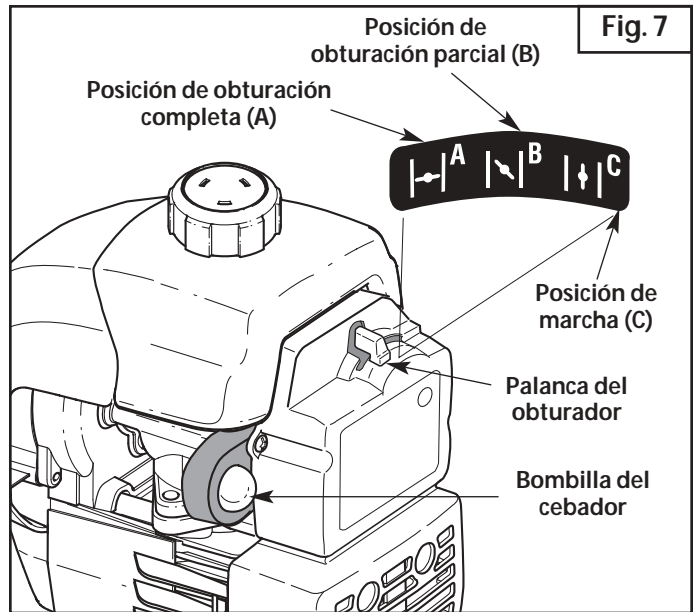

Fig. 7
3. Oprima y suelte por completo la bombilla del cebador lentamente de 10 veces. El combustible debe estar visible en la bombilla (Fig. 7). Si el combustible no está visible, oprima tres (3) veces más o hasta que lo vea.
4. Coloque la palanca del obturador en posición de obturación **COMPLETA (A)** (Fig. 7).
6. Coloque la palanca del obturador en posición de obturación **PARCIAL (B)** (Fig. 7).
9. Oprima el control del regulador para calentar el motor de 5 a 10 segundos. Coloque la palanca del obturador en posición de **MARCHA (C)** (Fig. 7).
NOTA: No es necesario usar el obturador cuando arranque un motor que ya está caliente. Arranque en posición de obturación **PARCIAL (B)** (Fig. 7). Cuando arranque, ponga el obturador en la posición **MARCHA (C)** (Fig. 7).